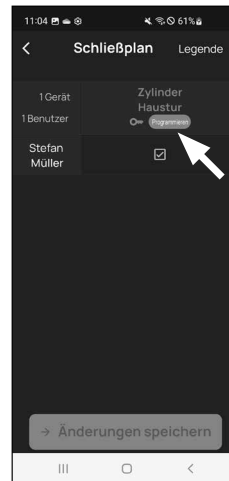

Abb. 4
- ⑤ Wenn Änderungen im Schließplan gemacht wurden, erscheint die Anzeige des jeweiligen Zylinders rot und wird durch den Button „Programmieren“ ergänzt. Die App teilt Ihnen damit mit, dass die Einstellungen noch nicht auf den Zylinder übertragen wurden. Um dies zu machen, tippen Sie beim jeweiligen Zylinder auf den roten Button „Programmieren“ (Abb. 4).